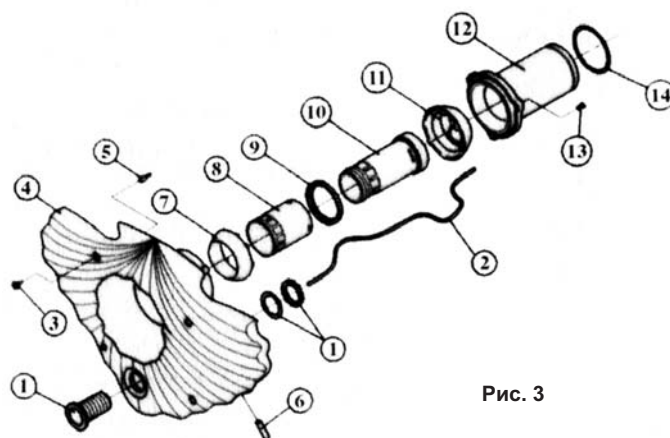
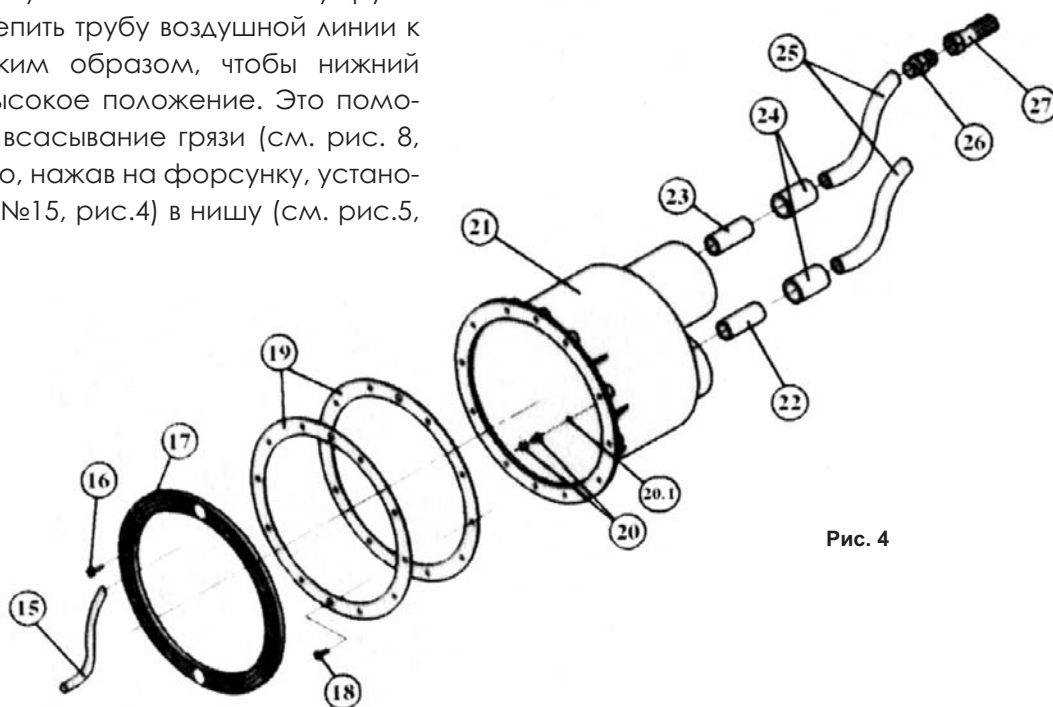
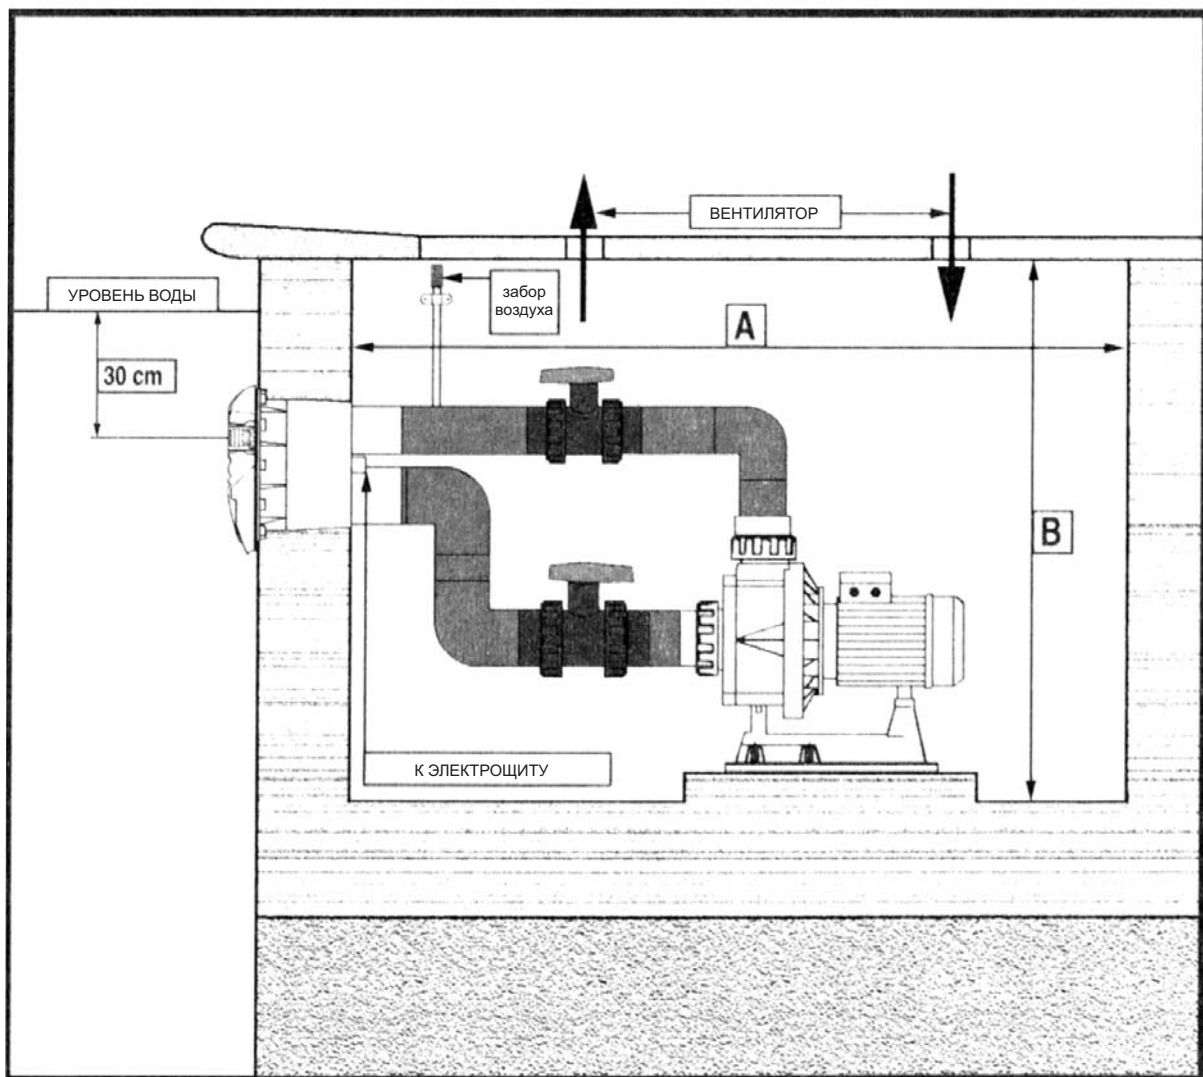

Рис. 3
Рис. 4
Рис. 8
Уплотнительные кольца (№19, рис.4) крепятся к нише (№21, рис.4) с помощью болтов (№18, рис.4), учитывая то, что лайнер будет находиться между двумя уплотнительными кольцами (№19, рис.4). После этого закрепите кольцо (№17, рис.4) болтами (№16, рис.4).
Ниша поставляется в сборе с трубами (№22 и 23, рис. 4). Дополнительно один из шлангов (№24, рис.4) приклеен к внутренней части трубы №22. После установки ниши в стену следуйте инструкциям главы 2. Продолжите установку закладкой воздушной и пневмолиний.
Линия состоит из шланга (№24), гибкой трубы (№25), фитинга с наружной резьбой (№26) и нижнего клапана (№27). Все детали поставляются в сборке, поэтому достаточно приклеить конец шланга (№24) к уже установленной в нишу трубе (№23). Важно закрепить трубу воздушной линии к стенке кожуха таким образом, чтобы нижний клапан занимал высокое положение. Это поможет предотвратить всасывание грязи (см. рис. 8, стр. 20). После этого, нажав на форсунку, установите гибкую трубу (№15, рис.4) в нишу (см. рис.5, стр.17).
Линия состоит из трубы (№22), шланга (№24) и гибкой трубы (№25). Труба (№22) и шланг (№24) уже установлены в нишу, поэтому достаточно приклеить трубу (№25). Перед тем, как приклеить конец трубы (№25) к шлангу (№24) вставьте прозрачную трубку (№2, рис.3) в пневмолинию и проденьте ее конец через отверстие в нише. Закрепите ее хомутом (№20 и 20.1, рис.4). После этого приклейте трубу (№25) к шлангу (№24). Конец прозрачной трубки (№2, рис.3) подсоединяется к микропереключателю, расположенному на одной из сторон гидropневматического выключателя, входящего в комплект оборудования HIDROJET.
Фронтальная часть поставляется в сборке, включая детали №1-14 (рис.3). Прозрачная трубка также уже вставлена в нишу (рис.5).
- вставьте трубу (№2) в болт кнопочного выключателя (№1, рис.3).